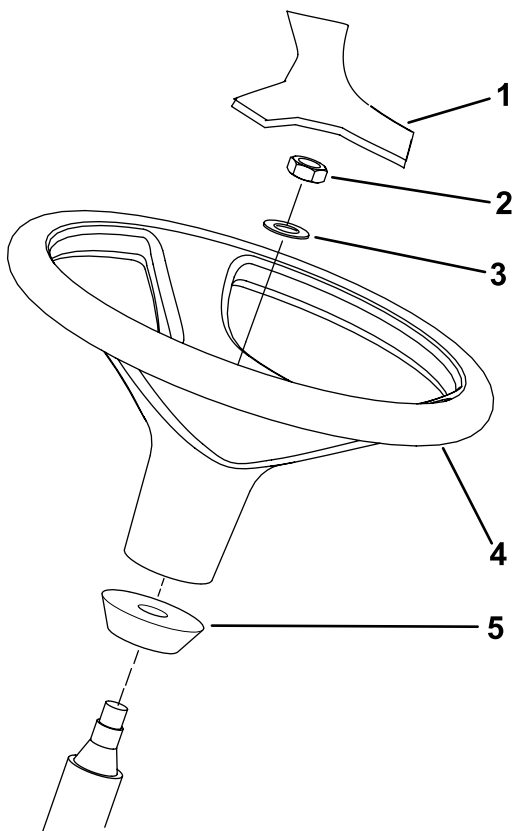

图 14
- 1. 从运输托架上卸下方向盘 图 14。
注意 确保泡沫环保留在转向轴上图 14。
3. 将方向盘和垫圈滑入转向轴图 14。
5. 安装方向盘的盖子图 14。